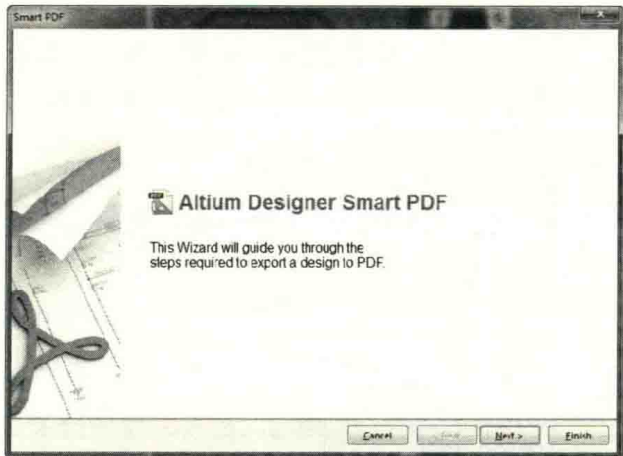

图 10-25 PDF 输出设置向导
(1) 执行菜单命令“File-Smart PDF”，打开 PDF 输出设置向导，如图 10-25 所示，根据向导，按“Next”按钮进入下一步。